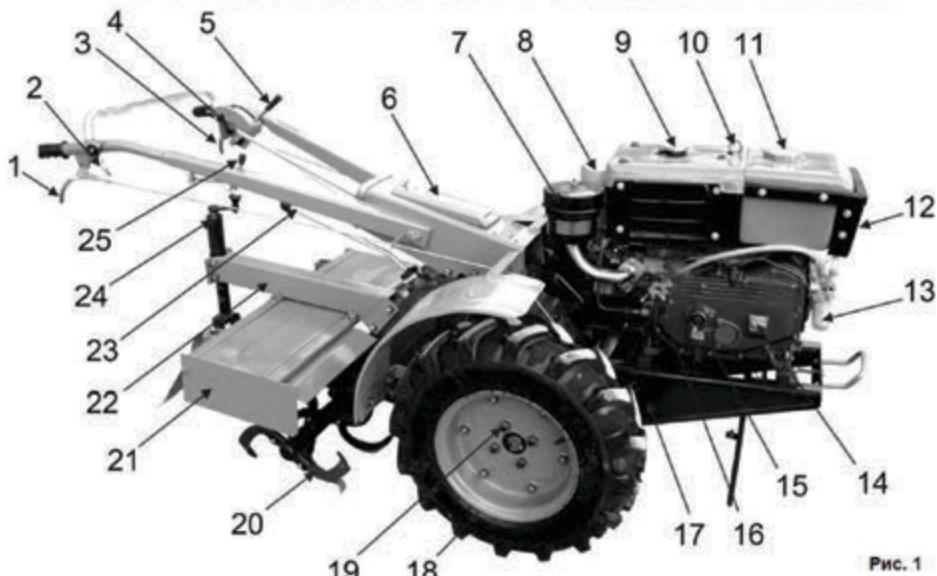
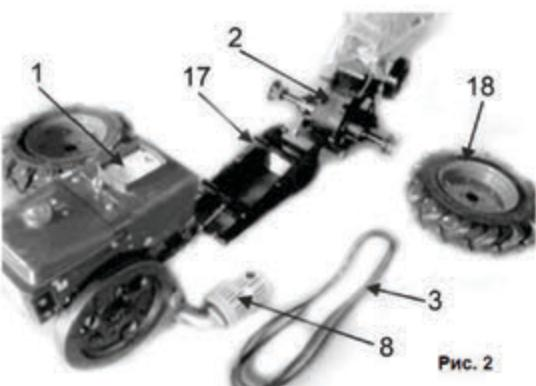

Рис. 1
Рис. 2
- Когда рукоятка сцепления (5)(См. Рис.1) находится в положении «отключения», тяговый шток управления муфтой сцепления обеспечивает движение соединительной вилки в обратном направлении, оттягивая храповую муфту и позволяя выжимному подшипнику смещаться по оси. Выжимной подшипник надавливает на три расцепляющих рычага, которые поднимают вверх три регулировочных штока, что приводит к перемещению нажимного диска вправо и вызывает проскальзывание на участке между нажимным диском и узлом ведущего диска, благодаря чему происходит прекращение передачи усилия и обеспечивается выключение сцепления.
- Когда рукоятка тормоза/сцепления (5)(См. Рис.1) находится в положении «торможение», тяговый стержень заставляет проворачиваться тормозную тягу, а плоская головка на конце оси тормозной тяги разжимает кольцевую муфту тормоза, вызывая трение колца о внутреннюю поверхность вращающегося колеса, благодаря чему и достигается эффект торможения.
- Культиватор оснащен блокировочным механизмом с поворотным хомутом. Во время поворота одной из рукояток рулевого управления (1,3)(См. Рис.1), при помощи тягового штока, в действие приводится вилка рулевого управления, и соответствующий рычаг, что обеспечивает смещение шестерни механизма рулевого управления и вывод из зацепления зубчатого колеса с внутренними зубьями. В результате чего усилие с одной стороны приводного колеса ослабевает и обеспечивается возможность управления культиватором.
- Культиватор состоит из нескольких основных узлов: двигателя (1)(См. Рис.2), рамы (17). Коробки передач и рулевой колонки (2), колес (18).
- Рама (17)(См. Рис.1,2) крепится к картеру коробки передач (2)(См. Рис.2) с помощью двух стальных шпилек, и фиксируется гайками с каждой стороны.
- Дизельный двигатель устанавливается на регулируемые полозья опорной рамы (17)(См. Рис.1,2). Полозья имеют возможность регулировки по горизонтальному смещению. Благодаря смещению, происходит позиционирование установки двигателя, и регулировка натяжения приводного ремня.
- Установите дизельный двигатель опорными ножками на полозья рамы (17)(См. Рис.1,2).